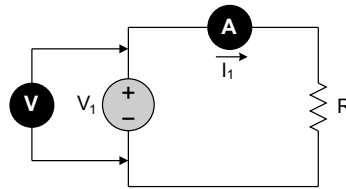

Figura 1.7.
2. En el circuito de la figura 1.7, considere $R = 750 \, \Omega$. Para los distintos valores de la fuente V_1 indicados en la tabla 1.5, encuentre el valor de corriente que circulará por la resistencia R , y complete la tabla.
3. Realice la simulación del circuito presentado en la figura 1.7, variando el valor de la fuente V_1 y de la resistencia $R = 750 \, \Omega$ complete la tabla 1.5. Adjunte las hojas de simulación (impresas) al Pre-informe.
6. Conecte el circuito mostrado en la figura 1.7.